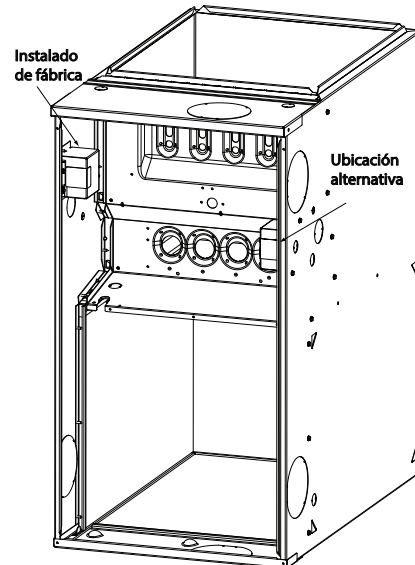

Fig. 26 – Reubicación de la caja de conexiones
1. Retire y guarde los dos tornillos que sujetan la caja de conexiones. (Consulte la Fig. 26).
NOTA: No es necesario quitar la tapa de la caja de conexiones de esta para poder moverla. NO quite el tornillo verde de conexión a tierra que se encuentra dentro de la caja de conexiones. (Consulte la Fig. 26).
4. Retire y guarde los dos tornillos que sujetan la caja de conexiones. (Consulte la Fig. 26).